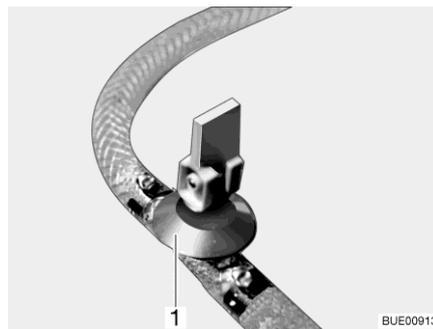

Bild 230 Ablasshahn
- Ablasshahn/Ablasshähne schließen. Dazu den Kipphebel (Bild 230,1) waagrecht stellen.
- Ablasshahn/Ablasshähne (Bild 230) öffnen. Dazu den Kipphebel (Bild 230,1) senkrecht stellen. Der Boiler wird nach außen entleert.